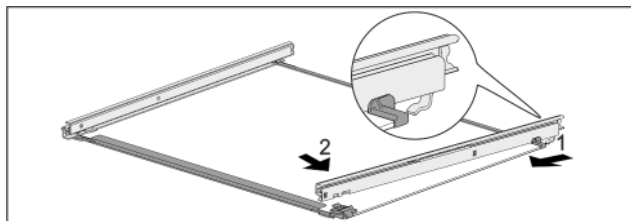

Fig. 41 Стеклаянная пластина с направляющими
- ▶ Зацепите направляющую сзади. Fig. 41 (1)
- ▶ Защелкните направляющую спереди. Fig. 41 (2)